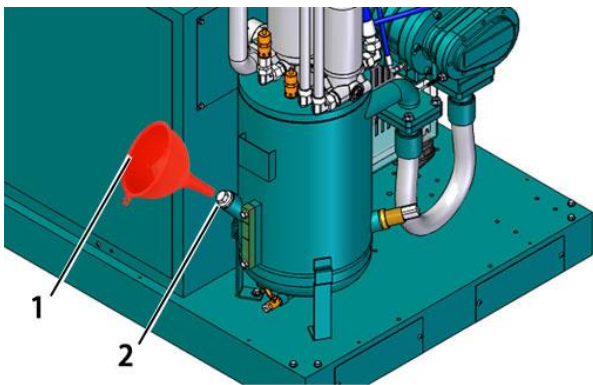

图 32 : 加油口
6. 用漏斗(图 32/1)向加油口处添加冷却液(图 32/2)。